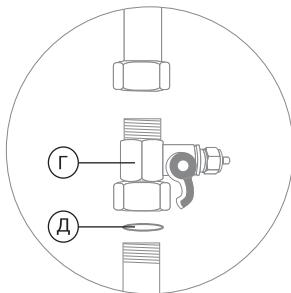

Рис. 6
1. Установите адаптер-вентиль (Г) между магистралью холодной воды и гибкой подводкой вашего смесителя. Уплотните соединение адаптера-вентиля с магистралью при помощи поставляемого в комплекте уплотнительного кольца (Д) (рис. 6).